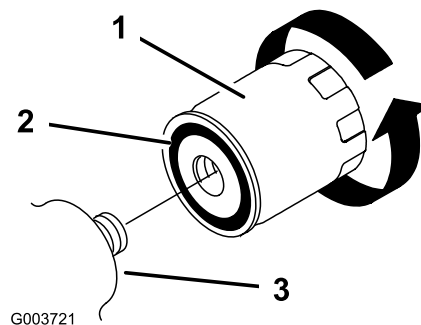

Figura 38
5. Retire el filtro usado (Figura 38) y limpie con un paño la superficie de la junta del adaptador del filtro.
6. Aplique una capa fina de aceite hidráulico a la junta de goma del filtro nuevo (Figura 38).
7. Instale el filtro hidráulico nuevo en el adaptador del filtro (Figura 38). Apriete el filtro en el sentido de las agujas del reloj hasta que la junta de goma entre en contacto con el adaptador del filtro, luego apriete el filtro 1/2 de vuelta más.